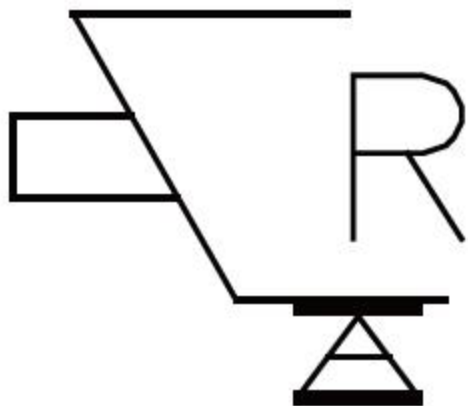

图4-98 打开素材
**01** 单击快速访问工具栏中的【打开】按钮，打开本书配备资源中的“素材\第4章\4-13 延伸云台摄像机中的直线.dwg”文件，如图4-98所示。